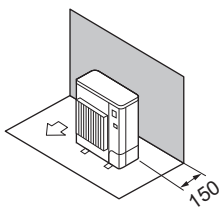

Abb. 2-3
- ① Hindernisse nur auf der Rückseite (Abb. 2-3)